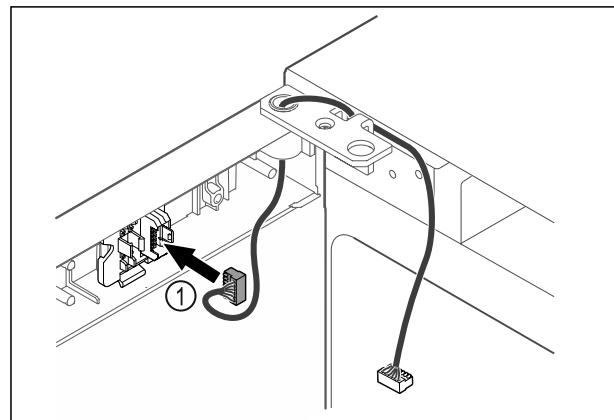

Fig. 58
- ▶ Zasuňte zástrčku Fig. 58 (1) do držáku zástrčky.